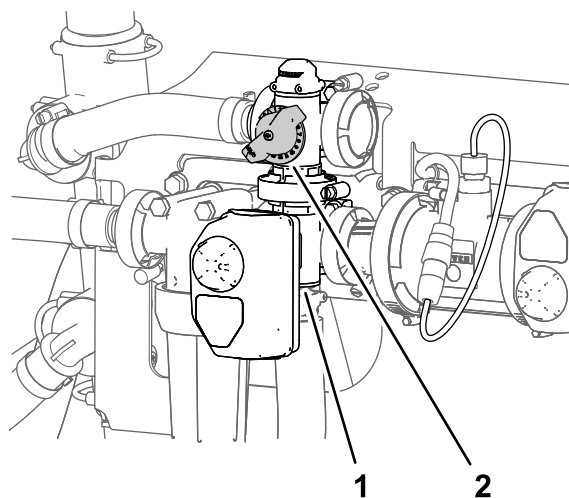

Figura 29
11. Reglai supapa de bypass de agitare (Figura 29) pe partea din spate a supapei de agitare până când presiunea sistemului pulverizatorului indicată de manometru este 6,89 bar.